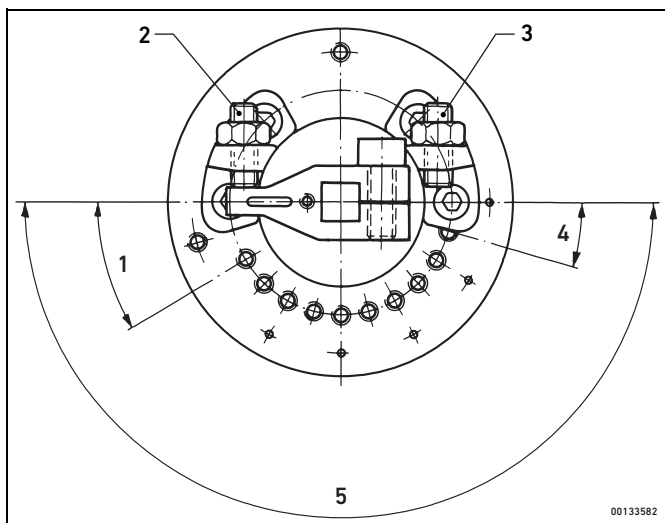

Fig. 6: Vinkeljustering
3. Finjustera vridningsvinklarna med respektive finjusteringskruv. Se Fig. 6 och Tabell 1 för vinkeljusteringsområde.